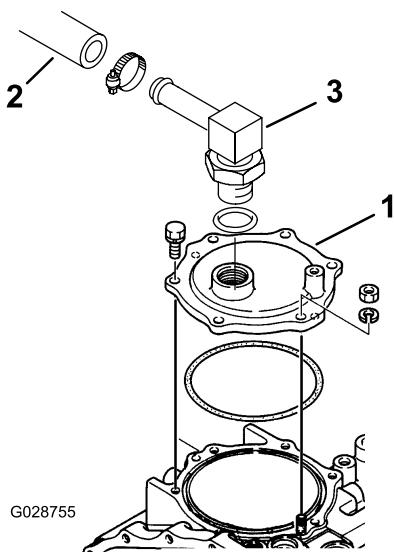

Figure 16
1. Débranchez le flexible hydraulique du raccord sur la plaque de protection de la boîte-pont (Figure 16).